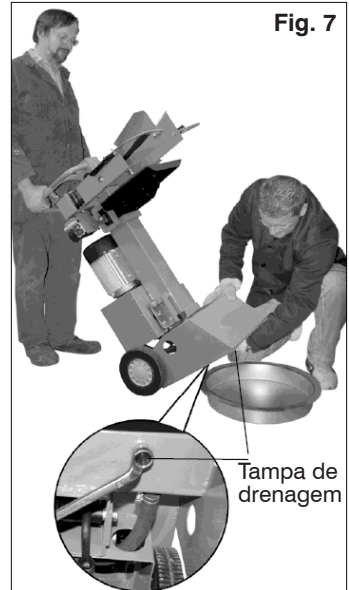

Fig. 7
4. Retire a tampa de drenagem e deixe sair o óleo.. (Fig. 7)